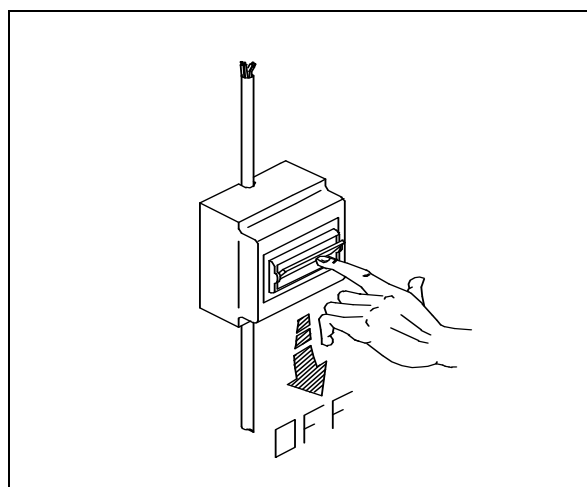

Рис. 5-1
ПРИМЕЧАНИЕ: перед любым техническим вмешательством, отключите машину от электросети (рис.5-1)
N.B.: Before any technical service, disconnect the machine from the mains. (fig. 5-1)
N.B.: Vor jedem kundendienst die machine vom stromnetz ausschalten. (fig. 5-1)
N.B.: Avant de toute intervention, débrancher l'appareil de l'électricité. (fig. 5-1)
N.B.: Desconecte siempre el aparato de la red antes de cualquier operación de arreglo. (fig. 5-1)